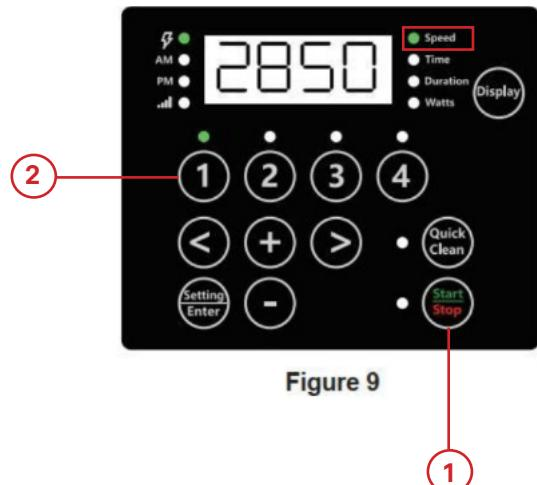

Figure 9
- 2) Appuyez sur "1". Le voyant SPEED 1 et le voyant du paramètre "Speed" clignotent pendant la modification. **Voir Figure 9.**